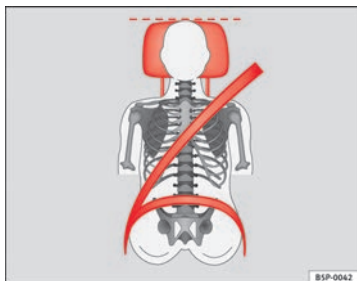

Abb. 12 Richtiger Gurtbandverlauf und richtige Kopfstützeinstellung von vorne betrachtet
- Das Schultergurtteil des Sicherheitsgurtes muss über die Schultermittle und niemals über den Hals verlaufen. Der Sicherheitsgurt muss flach und fest am Oberkörper anliegen ⇒ Abb. 12.